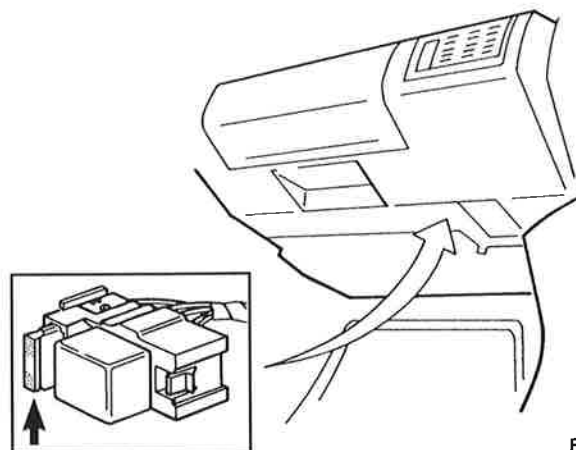

Fig. 2
- Vérifier l'état du fusible de pompe d'alimentation (fixé sur le porte-relais) (Fig. 2).